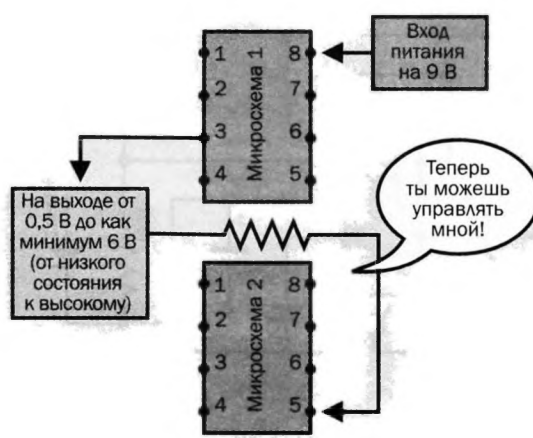

Рис. 4.32. Один таймер управляет другим
- Выходной сигнал с одного таймера можно через подходящий резистор подать на управляющий вывод другого таймера (рис. 4.32).
Четвертый вариант соединения двух таймеров (см. рис. 4.32) представляет для нас особый интерес, потому что так можно создать звук сирены, похожий на тот, который выдают обычные системы охранной сигнализации. Фактически, его можно было бы использовать для аудиовыхода в проекте сигнализации, который остался незаконченным в эксперименте 15.